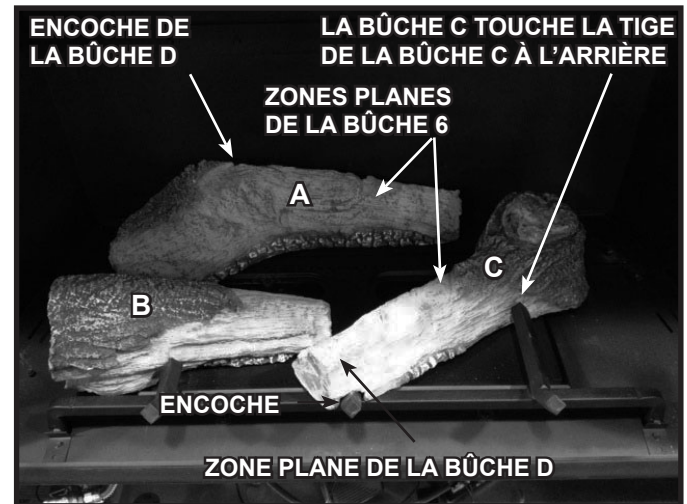
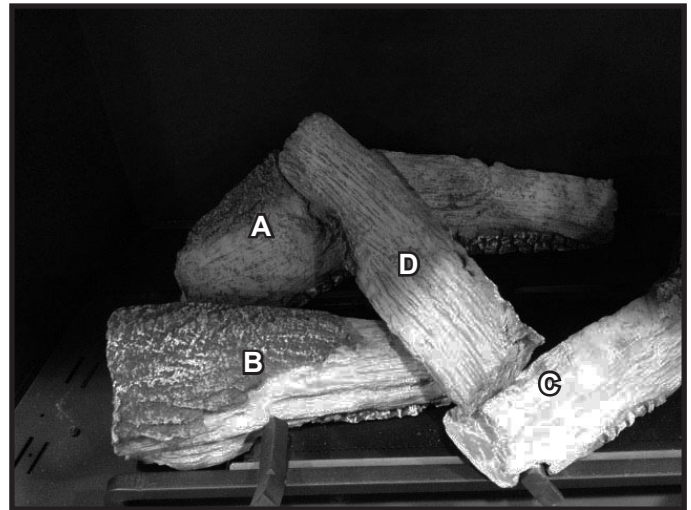
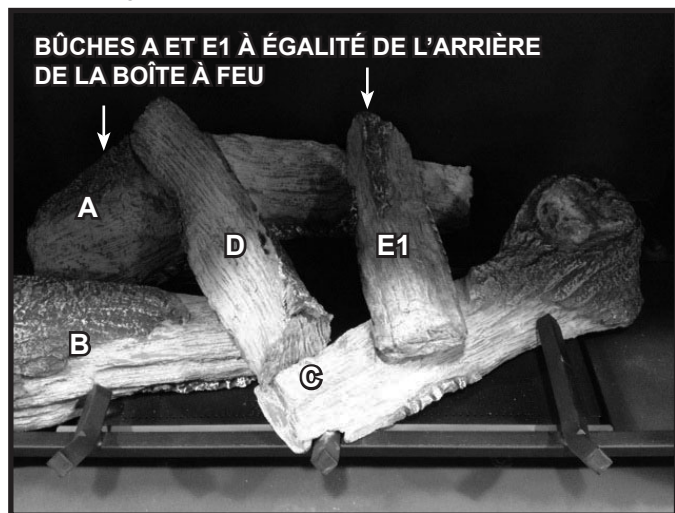

Figure 7. Bûches C installée
Figure 8. Bûche D installée
Figure 9. Bûche E installée
3. **(BÛCHE C) :** Localisez l'encoche sur la bûche C. Placez l'encoche par-dessus la dent de la grille du centre, et à l'arrière de la bûche entre la dent de la grille droite et la tige C comme il est indiqué à la figure 7. Déplacez l'extrémité à encoche jusqu'à ce qu'elle s'arrête, puis faire pivoter l'arrière de la bûche vers l'arrière, jusqu'à ce qu'elle touche la tige de la bûche C.
4. **(BÛCHE D) :** La bûche D utilisera deux zones planes pour sa disposition, comme il est indiqué à la figure 7. Les zones planes sont situées sur les bûches A et C. Localisez l'extrémité de la bûche D sans écorce et placez-la sur l'encoche de la bûche A. Placez l'autre extrémité de la bûche D sur la zone plane de la bûche C. Voir la figure 8. Le bord avant de la bûche A peut être légèrement soulevée du brûleur/bac de l'âtre lorsque la bûche D est correctement disposée.
5. **(BÛCHE E1)** : La bûche E utilisera deux zones planes pour sa disposition, comme il est indiqué à la figure 7. Les zones planes sont situées sur les bûches A et C. Placez l'extrémité « à écorce » de la bûche E1 sur la zone plane de la bûche A. Placez l'autre extrémité de la bûche E sur la zone plane de la bûche C. Le dos de la bûche E1 devrait être aligné au dos de la bûche A. Voir la figure 9.